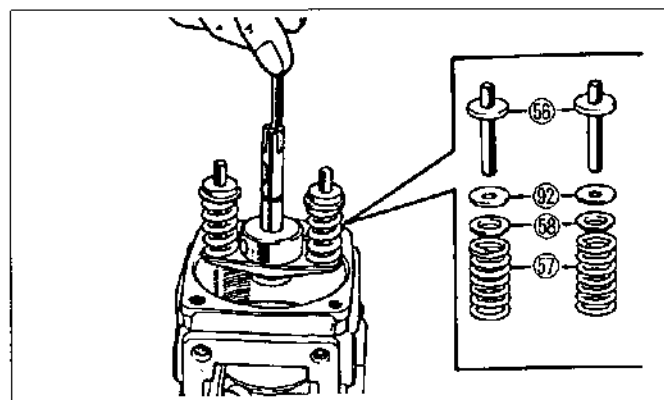

Figura.14-32 Instalación del émbolo distribuidor y anillos del émbolo distribuidor
(1) Ponga la laminilla del émbolo distribuidor, que se seleccionó en el paso 14-12, en la superficie de contacto del disco de leva. Ponga el émbolo distribuidor junto con la placa inferior 28, placa superior 29, asiento de resorte inferior 55, resortes del émbolo distribuidor 57, y asientos de resorte superior 56, las laminillas de resorte correctas (según se determina en el paso 14-11), y guías de resorte 58 en el pasador de la placa de leva y laminilla del émbolo distribuidor. (Vea la figura.14-32)